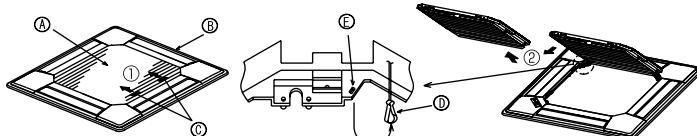
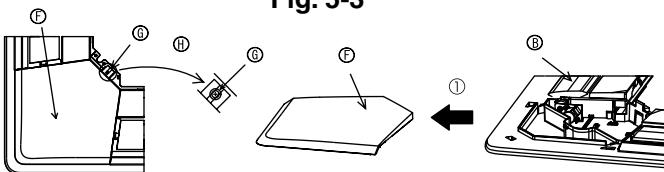

Fig. 5-3
Fig. 5-4
5.2.1. Extracción de la rejilla de admisión (Fig. 5-3)
- Deslice las palancas en la dirección indicada mediante la flecha ① para abrir la rejilla de admisión.
- Con la rejilla de admisión en posición "abierta", extraiga la bisagra de la rejilla de admisión de la rejilla tal y como se indica mediante la flecha ②.
5.2.2. Extracción del panel angular (Fig. 5-4)
- Extraiga el tornillo de la esquina del panel angular. Deslice los paneles angulares indicados por la flecha ① para extraer este panel.
[Fig.5-3, 5-4]